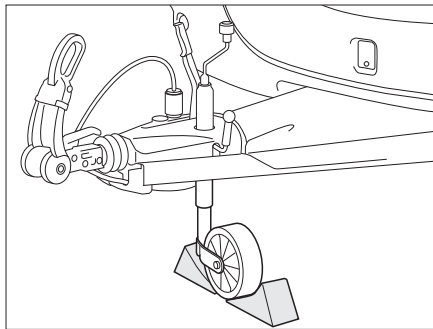

Fig. 178 Retener la rueda de soporte
- Colocar la rueda de soporte en posición transversal con respecto a la dirección de marcha y retenerla con dispositivos adecuados (Fig. 178).